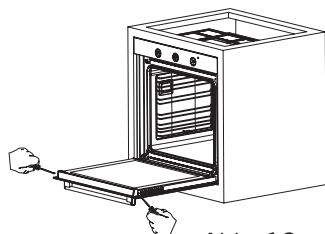
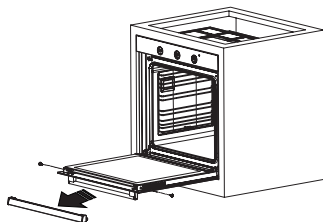
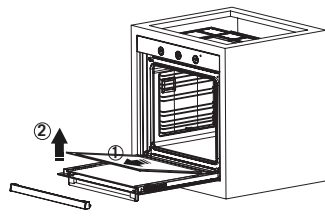

Abb. 13
Abb. 14
Abb. 15
2. Entfernen Sie die Schrauben an der linken und rechten Seite, wie in Abbildung 13 gezeigt. Entfernen Sie das Profil, indem Sie es in Ihre Richtung ziehen, wie in Abbildung 14 gezeigt. Das Glas wird frei, nachdem das Profil wie in Abbildung 15 gezeigt, entfernt wurde. Ziehen Sie das frei gewordene Glas vorsichtig zu sich heran. Wenn nötig, kann auf die gleiche Weise auch das mittlere Glas entfernt werden. Das äußere Glas ist am Ofentürprofil befestigt. Sie können das Glas leicht reinigen, nachdem es freigegeben wurde. Sobald die Reinigung und Wartung abgeschlossen ist, können Sie die Gläser und das Profil austauschen, indem Sie den Entfernungsvorgang in umgekehrter Reihenfolge durchführen. Stellen Sie sicher, dass das Glas in der richtigen Richtung eingesetzt ist und das Profil richtig sitzt.